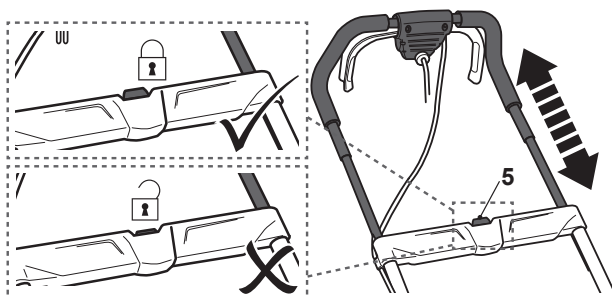

Fig. 5
- > Suelte el botón de desbloqueo (5) y asegúrese de que encaje en su sitio (Fig. 5).